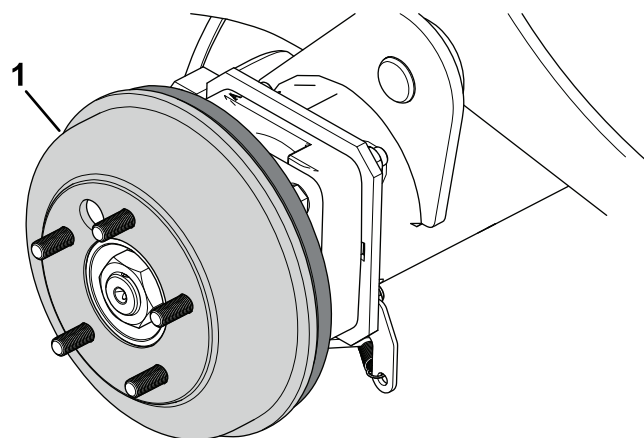

Figura 75
4. Îndepărtați manual tamburii de frână (Figura 75).